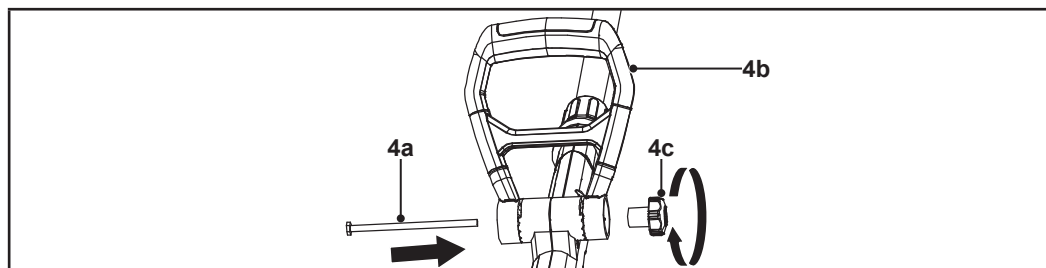

Fig. 1
2. Placer la poignée secondaire (4b) sur l'axe du carter (Fig. 1).
3. Fixer la poignée secondaire (4b) avec le boulon long (4a) et le verrou rotatif de la poignée secondaire (4c) (Fig. 1).